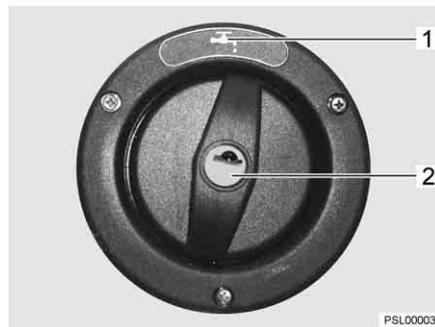
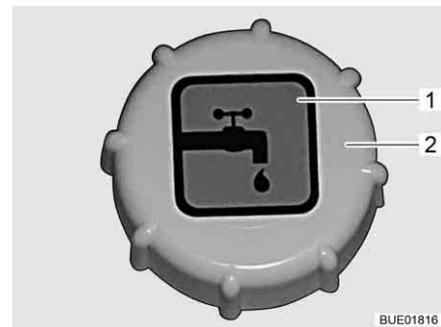

Fig. 71 Tapa de cierre para el tubo de llenado de agua potable (Viseo)
Fig. 72 Tapa de cierre para el tubo de llenado de agua potable (Elegance)
- ▷ El tubo de llenado de agua potable está identificado con el símbolo  (Fig. 71,1 ó Fig. 72,1).
La apertura y el cierre de la tapa de cierre (Fig. 71,2 ó bien Fig. 72,2) se describe en el apartado 10.2.